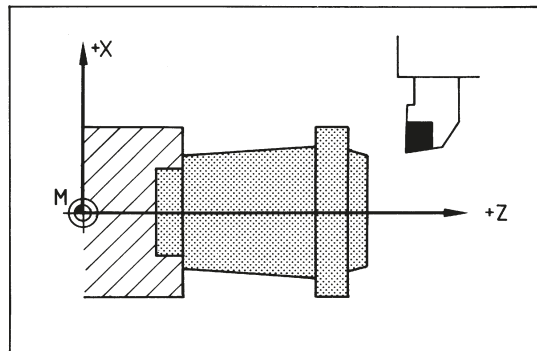

Bild 2: Werkzeugträger **hinter** der Drehmitte
- a1** a) Geben Sie in Tabelle 1 an, welche Koordinatenwerte die Bohrungsmittelpunkte P_1 bis P_3 (Bild 1 und 2, Seite 23) sowie der Endpunkt P_E (Bild 2) haben: